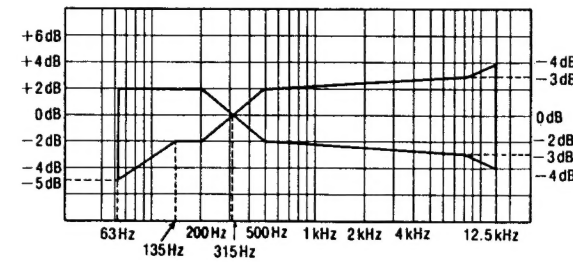

Fig. 6
2. S'assurer que la réponse en fréquence soit en deçà de la plage montrée dans la Fig. 6, à la fois pour le canal de gauche et le canal de droite.